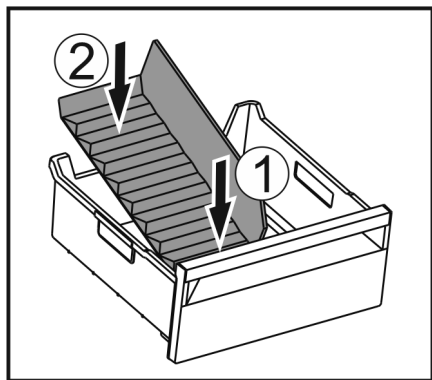

Fig. 176
- Umetnite prednji dio pregrade ladice za led. Fig. 176 (1)
- Spustite stražnji dio pregrade ladice za led do dna ladice. Fig. 176 (2)